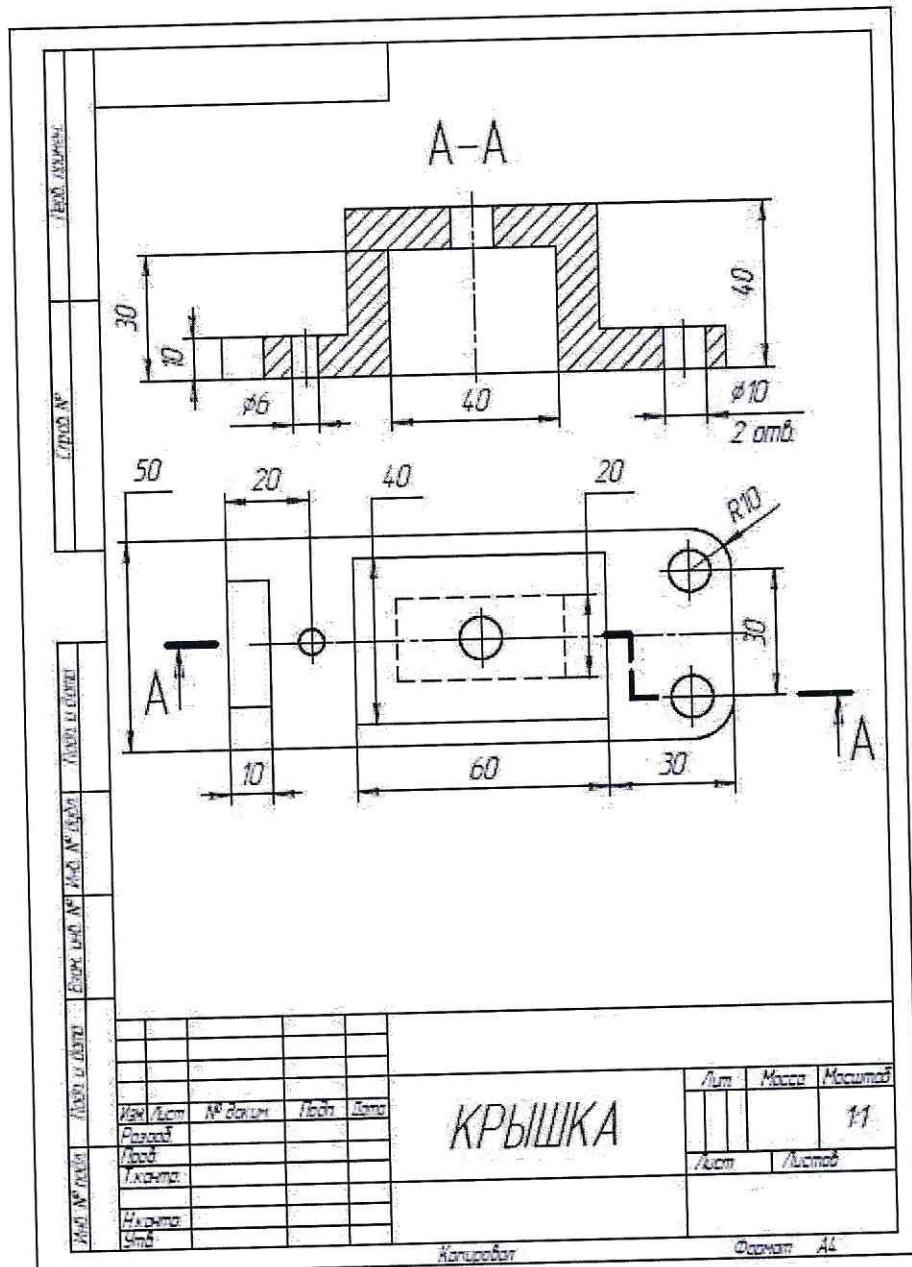

Рис. 7
- на чертеже формата А4 построить ступенчатый разрез детали, нанести размеры, заполнить основную надпись. Образец графической работы приведен на рис. 7.